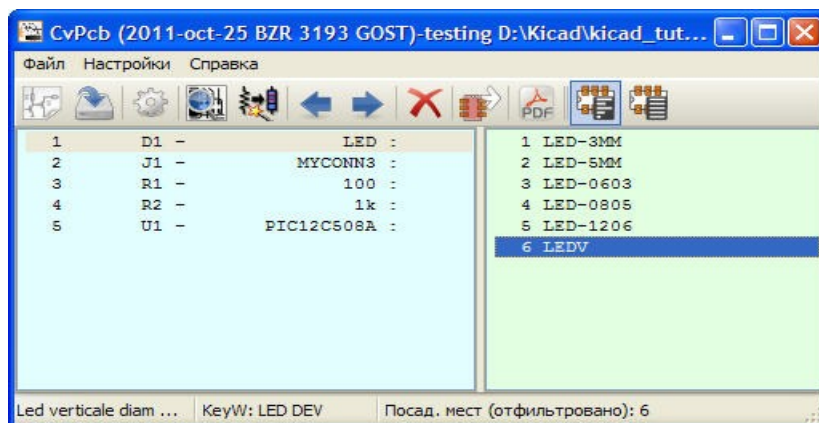

Рисунок 14 Окно файла списка цепей
48. CvPcb предоставит вам возможность связать все компоненты вашей схемы с посадочными местами из библиотеки KiCad. В левой части окна отображаются все компоненты, используемые в вашей схеме. Выберите здесь **D1**. В правой части окна имеются все возможные посадочные места. Прокрутите вниз до **LEDV** и дважды кликните на него (Рисунок 14).